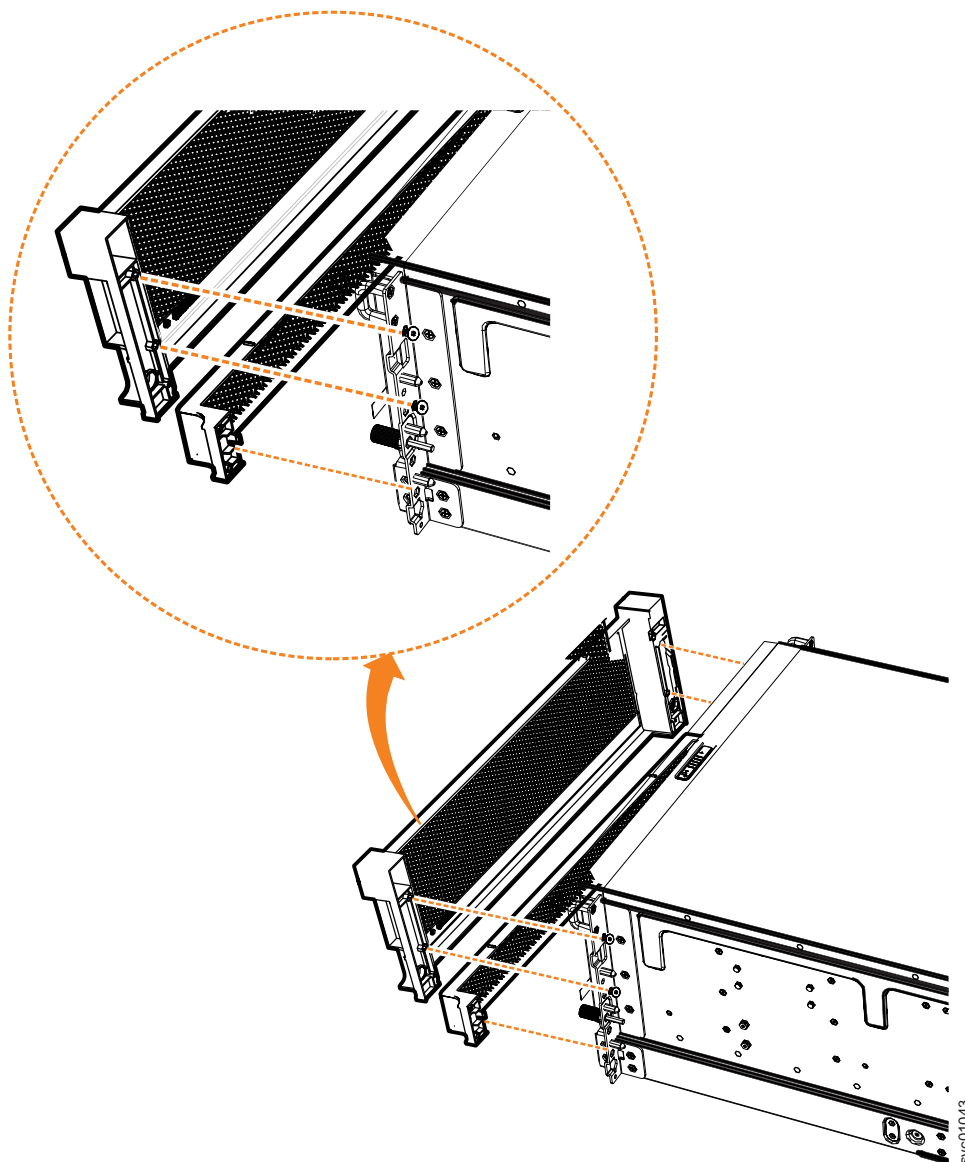

Figura 96. Extraer los componente de carcasa del alojamiento de expansión
2. Extraiga la carcasa frontal quitando los dos tornillos que fijan la carcasa al reborde de cada lado del chasis, como se muestra en la Figura 96 en la página 99.
3. Tire con suavidad de cada lado de la carcasa de PSU para extraerla del chasis, como se muestra en la Figura 96. La carcasa de PSU se desengaja de la ranura y la patilla que la conectan a cada lado del chasis.